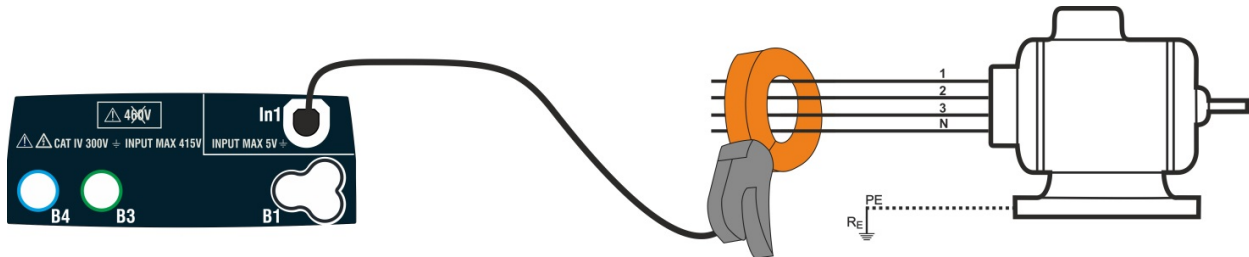
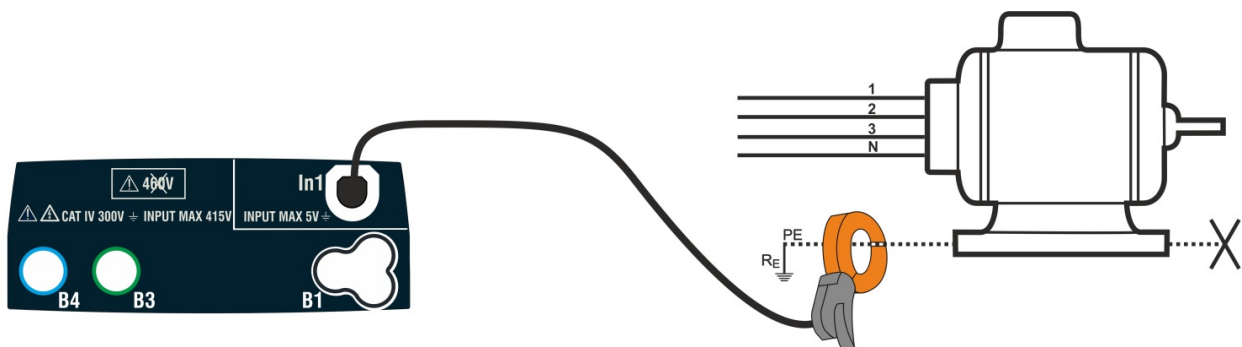

Abb. 33: Indirekte Messung eines Leckstroms in einer dreiphasigen Installation
Abb. 34: Direkte Messung eines Leckstroms in einer dreiphasigen Installation
- Zur indirekten Messung des Leckstroms schließen Sie die externe Stromzange entsprechend der Abb. 33 an. Zur direkten Messung des Leckstroms, schließen Sie die externe Stromzange entsprechend der Abb. 34 an und trennen Sie alle eventuell vorhandenen zusätzlichen Erdungen, welche die Testergebnisse beeinflussen können.